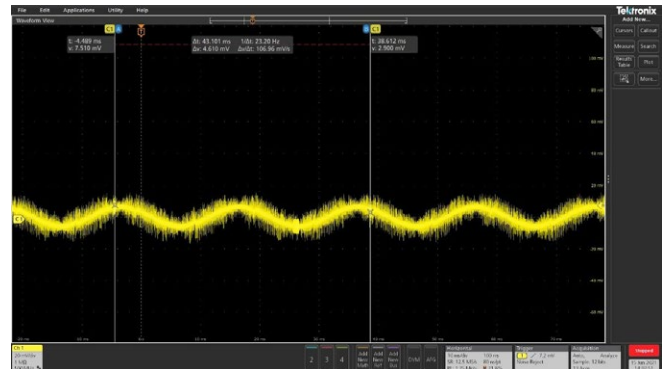

Bild 5: Zeitverlauf des Stromes einer LED mit 470 Lumen aus deutscher Produktion.
Bild 5 zeigt die Stromaufnahme einer LED aus deutscher Produktion. Es ist sofort ersichtlich, dass die Störanteile für das Versorgungsnetz deutlich geringer ausfallen. Für die neue Ökodesign-Verordnung (EU) 2019/2020, die ab 1. September 2021 gelten soll, empfiehlt sich der Literaturhinweis (1) und (3).